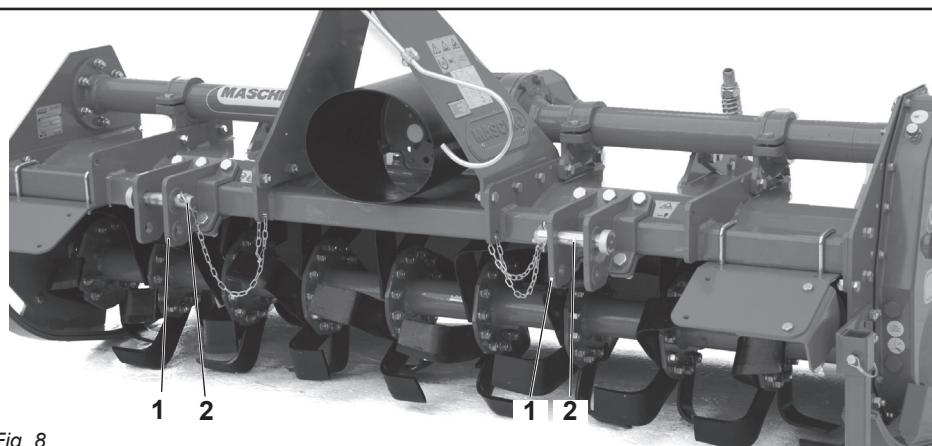

Fig. 8
In base alle dimensioni specifiche di questi 2 tipi di attacchi dei trattori è necessario determinare la posizione più favorevole della macchina spostando opportunamente sul tubo quadro le piastre (1 Fig. 8) e inserendo i perni (2 Fig. 8) nei fori corrispondenti al giusto diametro delle parallele del trattore.
Depending on the precise dimensions of these two types of hitches, find the best position for the machine by moving the plates (1 Fig. 8) along the square tubular and inserting the pin (2 Fig. 8) in the holes corresponding to the correct diameter for the tractor's parallel arms.
En fonction des dimensions spécifiques de ces deux types d'attelages des tracteurs il faut déterminer la position la plus favorable de la machine en déplaçant, sur le tube carré, les plaques (1 Fig. 8) et introduire les axes (2 Fig. 8) dans les trous correspondant au bon diamètre des parallèles du tracteur
Alle Maschinen können an jedem beliebigen Schlepper mit Universal-Drei-punktaufhängung der 1. und 2. Kategorie angebaut werden. Aufgrund der spezifischen Abmessungen dieser beiden Schlepperanschlüsse kann man die günstigste Position der Maschine festlegen, indem man die Platten (1 Abb. 8) auf dem Vierkantrohr verschiebt und die Bolzen (2 Abb. 8) in die entsprechenden Bohrungen mit dem richtigen Durchmesser auf dem Schleppergestänge einsteckt.
En relación a las dimensiones específicas de estos dos tipos de enganche de los tractores hace falta determinar la posición más favorable de la máquina desplazando oportunamente en el tubo cuadrado las placas (1 Fig. 8) e introduciendo los pernos (2 Fig. 8) en los orificios correspondientes al correcto diámetro de las paralelas del tractor.
Le piastra (1 Fig. 8) vanno montate sempre e solo come mostrato in Fig. 8 con i fori posizionati anteriormente al tubo quadro.
- 1) Accostare le parallele del sollevatore ponendole all'interno delle piastre (1 Fig. 8), inserire il perno (2 Fig. 8) nel foro predisposto e bloccare con le copiglie a scatto.
The plates (1 Fig. 8) must always and only be mounted as shown in Fig. 8 with the holes towards the front of the square tubular.
- 1) *Near the lift bars, setting them in the most suitable plates (1 Fig. 8). Insert the pin (2 Fig. 8) into the relative hole and lock in place with the snap-in split pins.*
Les plaques (1 Fig. 8) doivent obligatoirement être montées comme illustré dans la Fig. 8 en utilisant les trous placés à l'avant du tube carré.
- 1) *Approchez les barres du relevage en les plaçant à l'intérieur des plaques les plus appropriées (1 Fig. 8), introduisez l'axe (2 Fig. 8) dans le trou correspondant et bloquez par les goupilles à encastrement.*
Die Platten (1 Abb. 8) dürfen nur und ausschließlich so montiert werden, wie es in Abb. 8 gezeigt ist, nämlich mit den Bohrungen, die vor dem Vierkanthrohr angeordnet sind. Der Hersteller haftet nicht für die Beschädigung der Maschine oder des Schleppers infolge der Nichtbeachtung dieser Angabe.
- 1) *Die Lenker des Krafthebers annähern und in die am besten geeigneten Platten schieben (1 Abb. 8). Den Bolzen (2 Abb. 8) in das Loch stecken und mit dem einrastenden Splint blockieren.*
Las placas (1 Fig. 8) deben ser montadas siempre y solamente según lo indicado en la Fig. 8 con los orificios posicionados delante del tubo cuadrado. La firma constructora no es responsable de rupturas en la máquina o en el tractor originadas por falta de respeto de esta indicación
- 1) *Acercar las barras del elevador poniéndolas dentro de las placas más indicadas (1 Fig. 8), introducir el perno (2 Fig. 8) en el orificio y bloquear con los pasadores de resorte.*